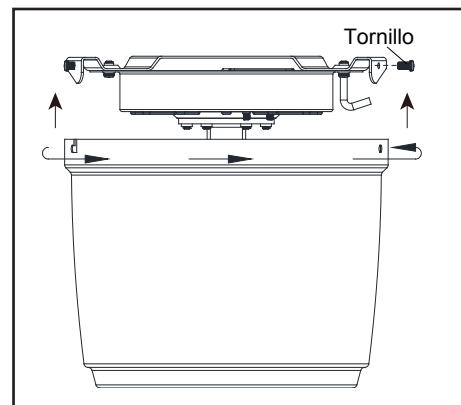

Figura 9
3. Instala los dos tornillos retirados en el inicio de este paso en los dos orificios libres y aprieta firmemente los cuatro tornillos. (Figura 9)